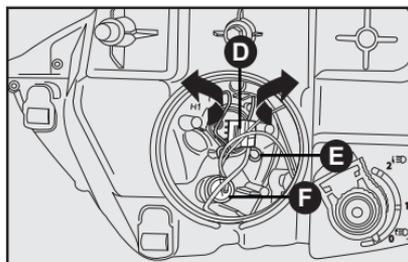

fig. 17
- Soltar el conector eléctrico **D-fig. 17**;
- Para quitar la lámpara de luz alta, tirar del elemento de fijación **E-fig. 17**, abriéndolo lateralmente;
- Posicionar la nueva lámpara de luz alta en su alojamiento, reenganchar el elemento de fijación **E-fig. 17** y recolocar el conector **D-fig. 17**;
- Retirar el portalámparas **F-fig. 17** tirando del mismo;
- Recolocar el portalámparas **F-fig. 17** empujándolo hacia adentro hasta bloquearlo;